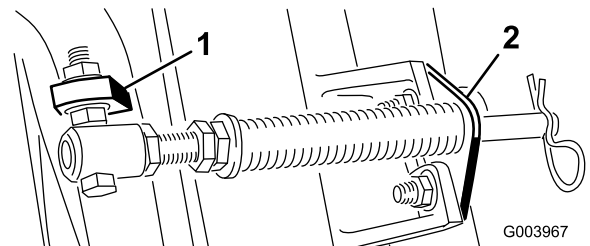

図 6
注 ボルトは、図 6に示すように、頭部が外側にくるように取り付ける。
- カッティングユニットのタブにロッドブラケットを取り付け、キャリッジボルト2本とナットで固定する(図 6)。